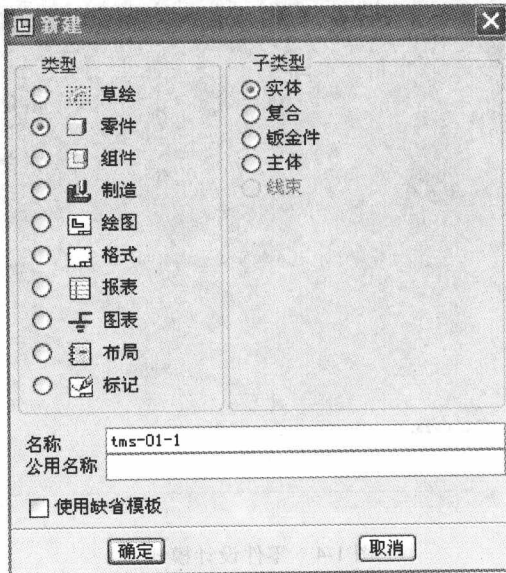

图 1-2 缺省模板
2) 在“新建”对话框中的“类型”选项组中，选择“零件”单选项；在“子类型”选项组中，选择“实体”单选项；在“名称”文本框中输入文件名为 tsm-01-1，单击“使用缺省模板”复选框，以取消使用缺省模板，如图 1-2 所示。单击“确定”按钮。